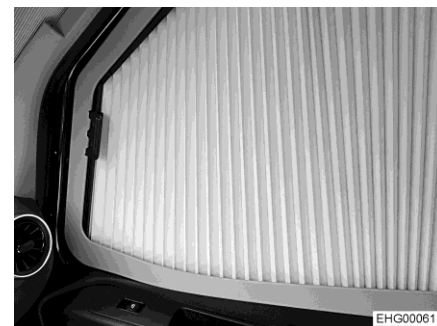

Fig. 43 Dispositif occultant plissé (fenêtre côté passager)
- Tirer avec précaution le dispositif occultant plissé (Fig. 43) vers l'autre côté jusqu'à ce que la fermeture magnétique le maintienne fermé.